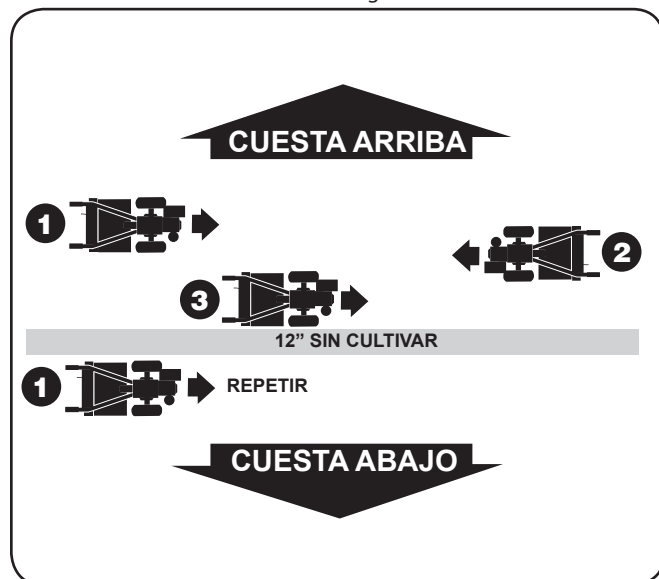

Figura 5-8
1. Para crear una terraza, comience en la cima de la pendiente y trabaje hacia abajo. Recorra la primera hilera hacia atrás y hacia adelante como se indica en la Figura 5-8.